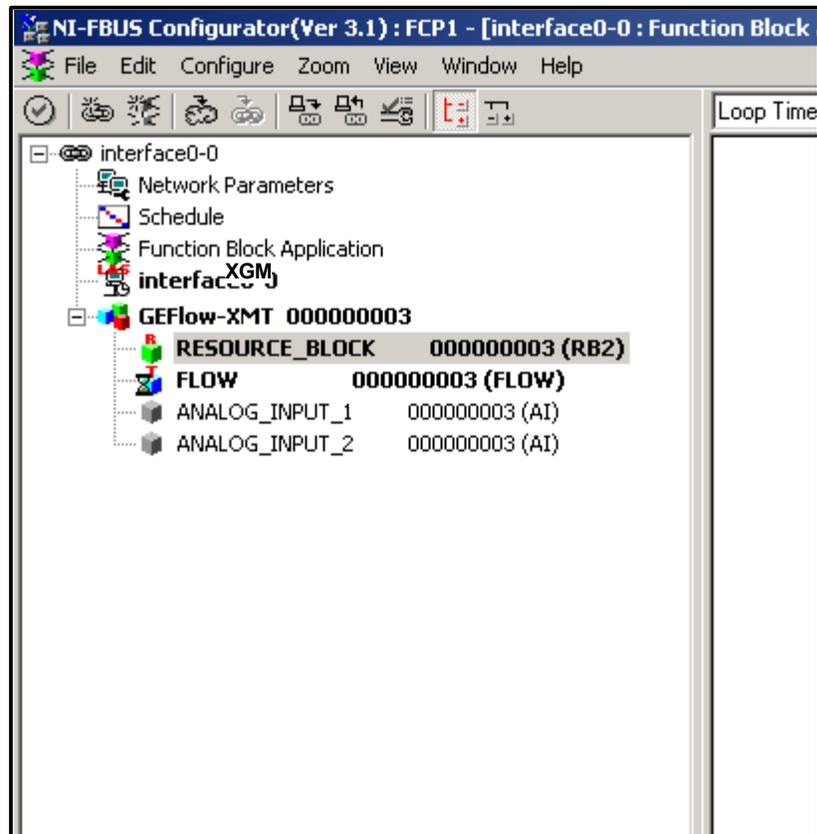

Figure 59 : Exemple de configuration de l'utilitaire de configuration
La Figure 59 montre l'utilitaire de configuration avec un transducteur sur le réseau (Panametrics Flow-XGM).
1. Double-cliquez sur le bloc AI pour lequel vous souhaitez définir les unités (ENTRÉE\_ANALOGIQUE\_1 ou ENTRÉE\_ANALOGIQUE\_2 dans l'arborescence sous GEFlow-XGM ; voir la Figure 59 à la page 134).
1. Double-cliquez sur le bloc transducteur DÉBIT (dans l'arborescence sous GEFlow-XGM ; voir la Figure 59 à la page 134).